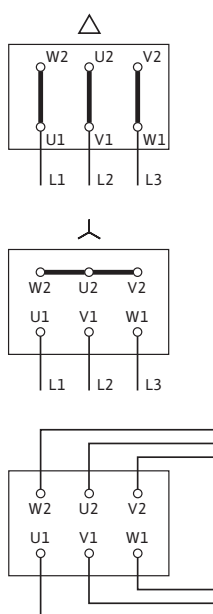

Рис. 8: Подключение к сети
- Электроподключение на клеммной колодке зависит от мощности двигателя P_2 , от сетевого напряжения и от типа пуска. Необходимое переключение соединительных перемычек в клеммной коробке определить по следующей таблице и рис. 8.